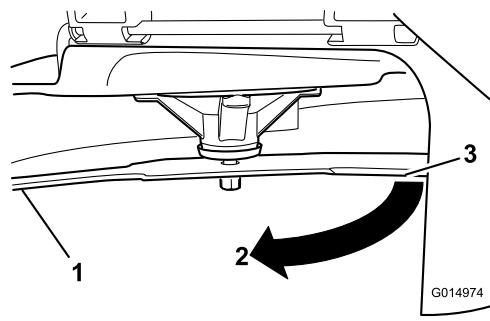

Figura 59
3. Distância medida entre a lâmina e a superfície (A)
4. Rode a mesma lâmina 180 graus para que a extremidade de corte oposta fique na mesma posição (Figura 59).